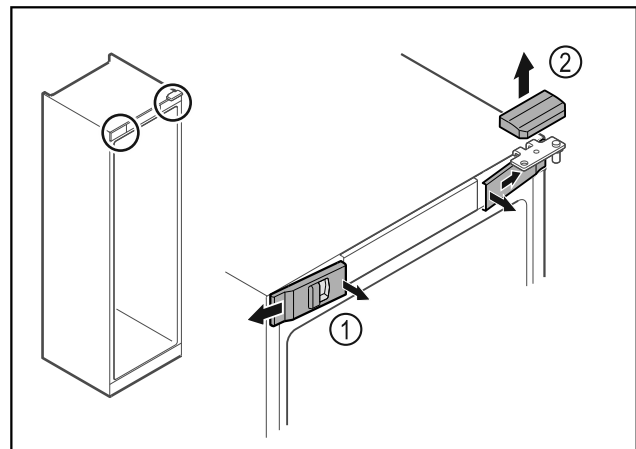

Fig. 16
- ▶ Звільніть передні кришки Fig. 16 (1) всередині від фіксатора та поверніть убік.
- ▶ Зніміть верхню кришку Fig. 16 (2) вгору.